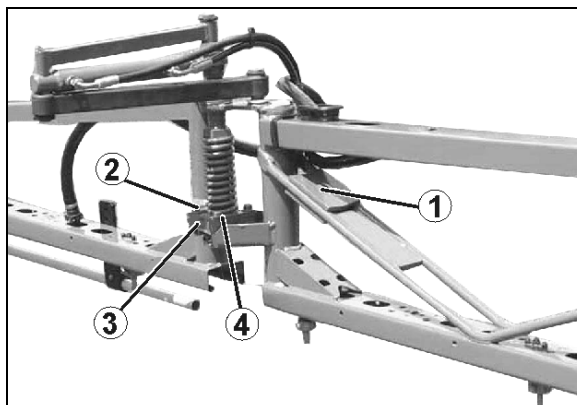

Fig. 156
Se não for o caso, ajustar, na igualização de vibrações **desbloqueada**, a barra de pulverização através contra-pesos (Fig. 156/1). Fixar os contra-pesos respetivamente no braço.
1. Desatarraxar os parafusos (Fig. 156/2) da éclisse de fixação (Fig. 156/3). A ajustagem é efetuada diretamente no gancho plástico (Fig. 156/4) através dos orifício oblongos da éclisse de fixação.
3. Apertar os parafusos (Fig. 156/2).